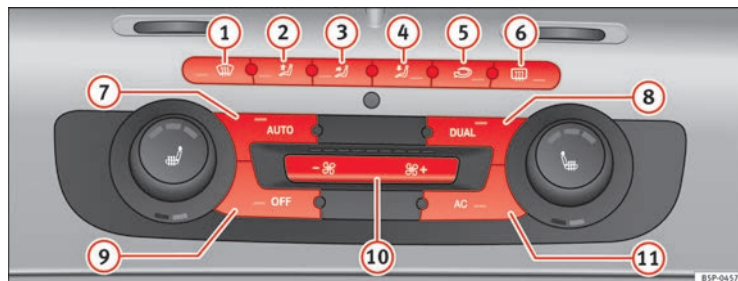

Fig. 110 Mandos del 2C-Climatronic en el tablero de instrumentos
- Gire las rulinas de regulación de temperatura ⇒ fig. 110 para ajustar la temperatura del lado izquierdo y derecho respectivamente.
- Pulse la tecla **AUTO** ⇒ fig. 110. Aparece “AUTO High” en el display de la radio (velocidad de turbina alta).
- Pulse de nuevo la tecla **AUTO** ⇒ fig. 110. Aparece “AUTO Low” en el display de la radio (velocidad de turbina baja).